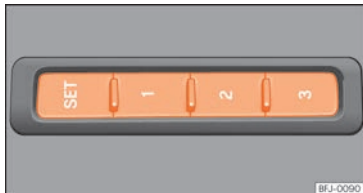

Fig. 117 Sur le côté extérieur du siège du conducteur : touches de mémorisation.
- Appuyez sur la touche **SET** pendant plus de 1 seconde »» fig. 117.